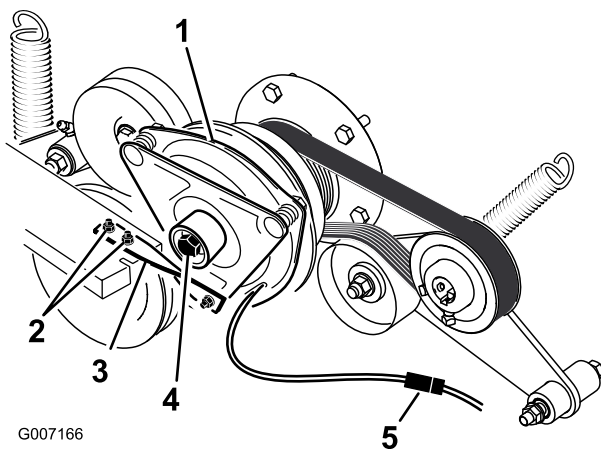

Figure 62
5. Débranchez la connexion électrique de l'embrayage (Figure 62).
6. Déposez les boulons qui fixent la barrette d'embrayage en caoutchouc au cadre du plateau de coupe (Figure 62).
7. Déposez le boulon central de fixation de l'embrayage à l'arbre du moteur, et déposez l'embrayage et la clavette (Figure 62).
14. Tout en maintenant le vilebrequin à l'arrière de la machine, posez le boulon central et serrez-le à 68 N·m (Figure 62).
15. Fixez la barrette en caoutchouc de l'embrayage sur le cadre du plateau de coupe au moyen des 2 boulons et écrous retirés précédemment (Figure 62).
17. Branchez la connexion électrique de l'embrayage (Figure 62).